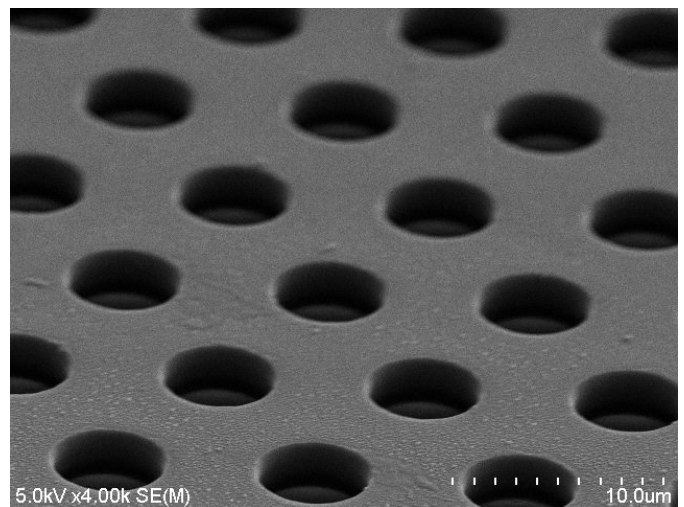

Fig.1 SEM image of resist pattern.
②露光量を上げる(樹脂を現像液に溶かし易くする)などのアプローチで改善を進めた。転写したパターンの形状を Fig.1 に示す。